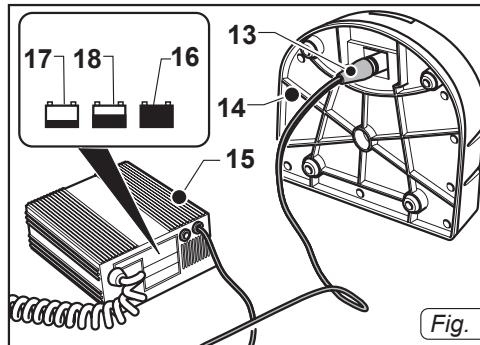

Fig. 11
- Соедините кабель (13 Рис.11) с аккумулятором (14 Рис.11).
- Подключите зарядное устройство к розетке (15 Рис.11).
После подключения кабеля питания (15 Рис. 11), перед подключения кабеля (13 Рис. 11) на аккумулятор (14 Рис. 11), аккумулятор не работает.
- На зарядное устройство(15 Рис.11) мигает дважды индикатор «зеленый» (16 Рис.11) что указывает правильную работу, потом загорится «красный» (17 Рис.11) , или «желтый» (18 Рис.11), в зависимости от состояния батареи.
- Когда на зарядное устройство загорится зеленый (16 Рис.11) батареи заряжены.
Не оставляйте кабель (13 Рис.11) подключен к аккумулятору с отключенной кабельной сети к аккумулятору , Батареи могут скачать и поврежденных.